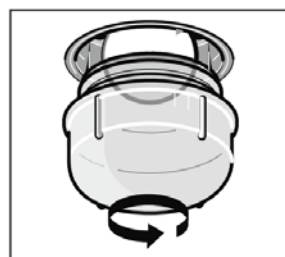

Рис.3
2. Снимите стеклянный плафон, поворачивая его против часовой стрелки (Рис.3).